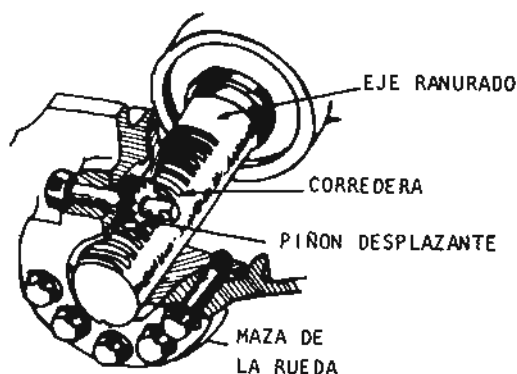

Fig. 3
- mediante piñón y corredera (fig. 3).